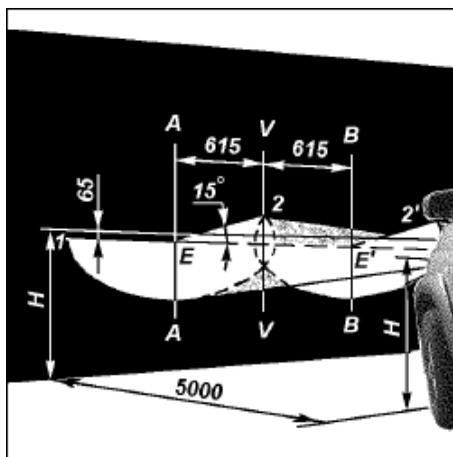

Fig. 9.28. Marcado de la pantalla para la regulación de los faros:
1. Coloque el vehículo con gasolina y equipado, con presión normal en los neumáticos y el asiento del conductor cargado con 750 N (75 kgf) sobre una plataforma plana horizontal a una distancia de 5 m de la pantalla con marcado especial (fig. 9.28).